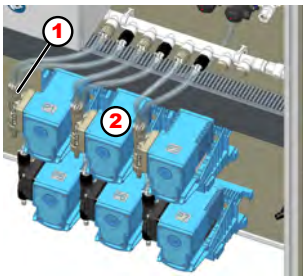

Abb. 5: Produktzuordnungen
1. Schließen Sie die Schläuche an die entsprechenden Schlauchnippel (Abb. 5, Pos. 1) der Pumpen (Abb. 5, Pos. 2) mit den beiliegenden Schlauchschellen an.